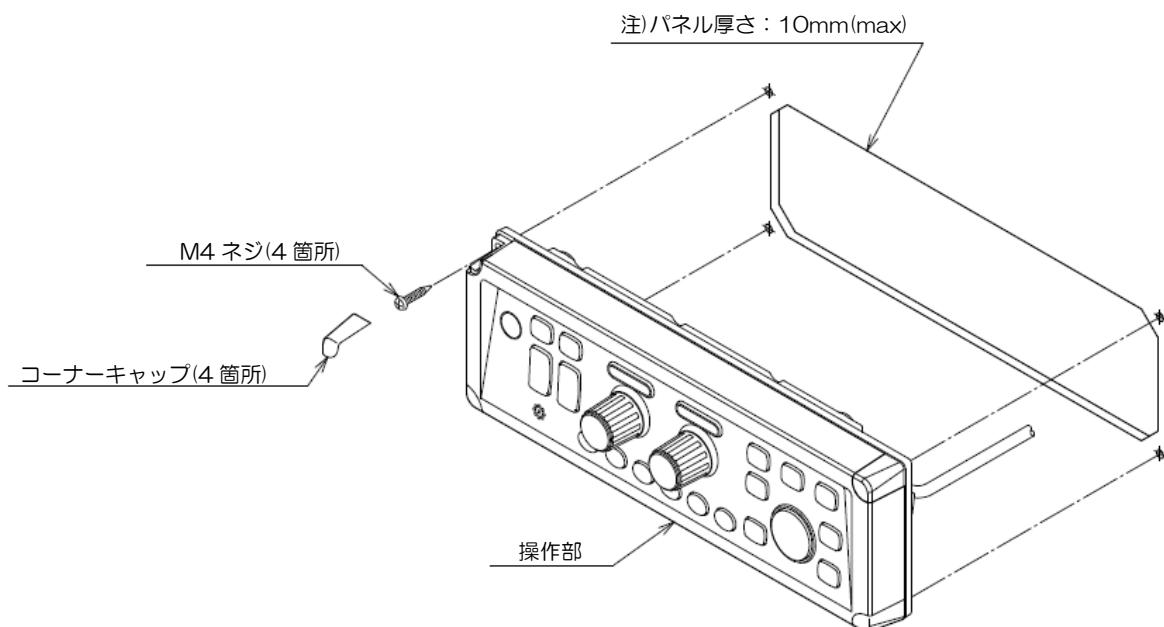
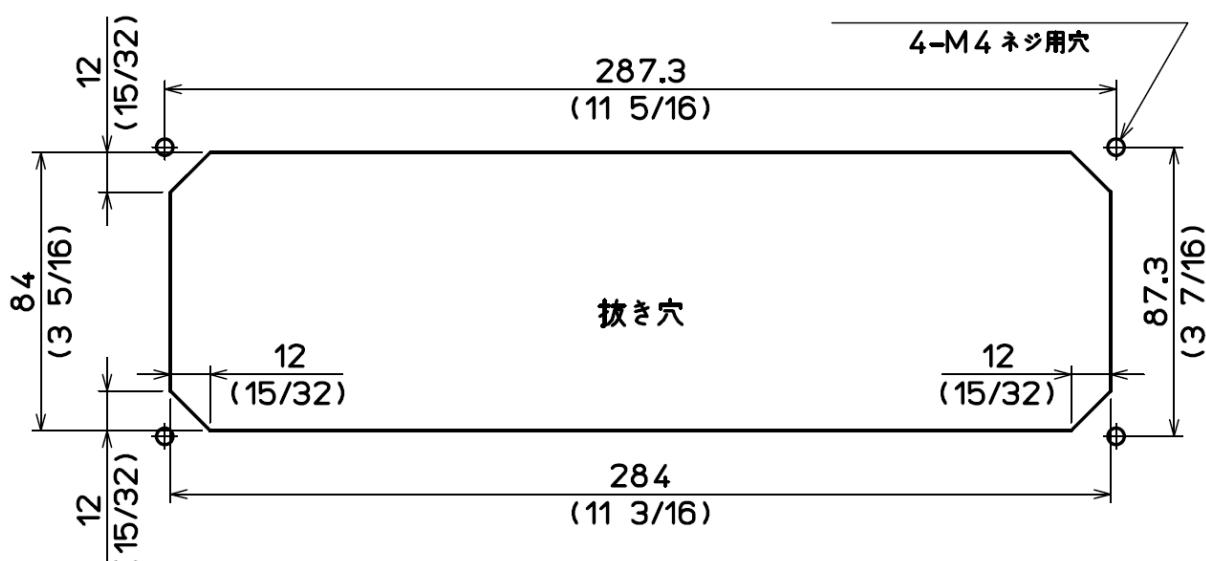

図1.13 操作部のフラッシュマウント取付図
図1.14 操作部のフラッシュマウント取付穴加工図
- (1) 設置場所に角穴をあけます。(図1.14 参照)
- (2) 操作部枠の四隅にあるプラスチック製のコーナーキャップを外します。(上に引き抜くと簡単に外れます)
- (3) 操作部と角穴が合うか、ハメ合わせを確認します。不具合があれば角穴を修正します。
- (4) 操作部と接続ケーブルを開口穴に入れ、操作部を取り付け面と平衡になるようにします。(図1.13)
- (5) 操作部を設置する場所(角穴)にはめ込み、4mmのタッピングネジ(またはM4なべ小ネジ)4本で固定します。(4mmネジは取り付け部の厚さに応じたネジを手配してください。)
- (6) (2)項で外したコーナーキャップを差し込みます。